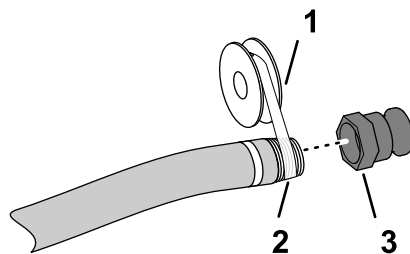

図 4
5. 給水ホースのフィッティング 1"、NPT に、PTFE ねじ山シーラント 図 4 を巻き付ける。
6. 給水ホースにクイックディスコネクトのカップリングを取り付けて手締めする 図 4。